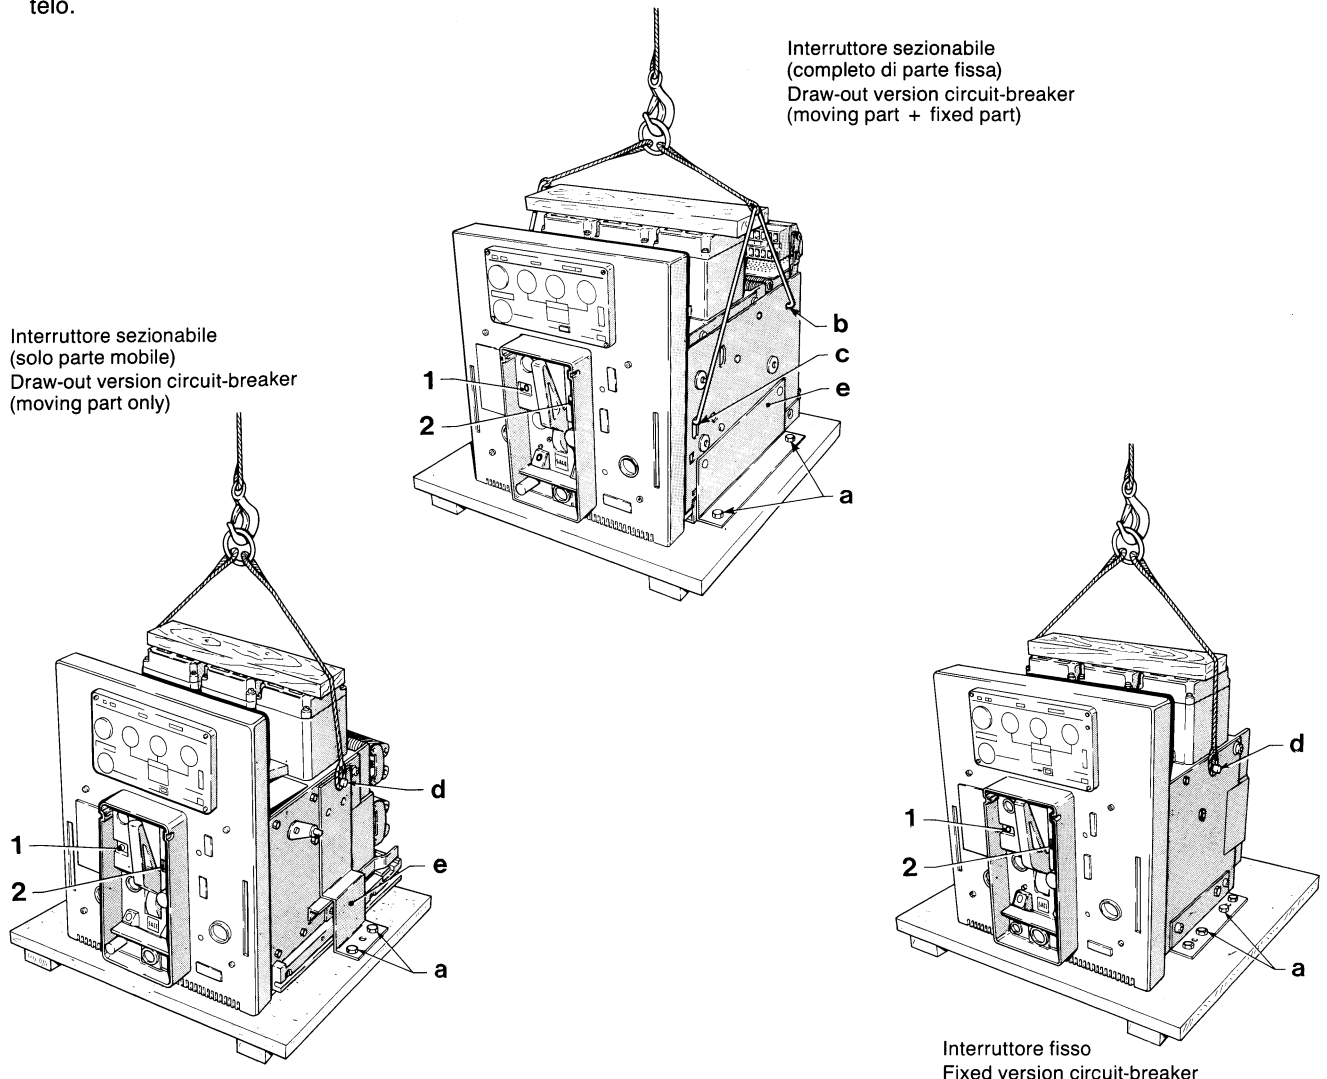

Fig. 2
L'interruttore, eventualmente protetto da un involucro esterno di plastica, è fissato mediante viti alla piattina di trasporto o al fondo della cassa di imballo. Per liberare l'interruttore è sufficiente svitare le viti [a] indicate nella Fig. 2. Le staffe di fissaggio [e] servono esclusivamente per il trasporto. Nel *solo* caso dell'interruttore in versione fissa le staffe non vanno staccate dall'interruttore dato che vengono utilizzate per l'installazione. Se prima della messa in servizio un interruttore deve permanere in magazzino, anche per breve tempo, raccomandiamo — dopo aver esaminato il suo stato all'arrivo — di rimetterlo nel proprio contenitore da coprire poi con carta, o meglio, con un telo. In ogni caso attenersi alle seguenti precauzioni:
- per il sollevamento servirsi possibilmente di un paranco avendo cura di agganciare le funi *soltanto* come indicato in Fig. 2. Per l'interruttore fisso e per la parte mobile dell'interruttore sezionabile fissare le funi ai perni [d] e proteggere i fianchi delle camere d'arco interponendo un pezzo di legno o di materiale isolante rigido. Per l'interruttore sezionabile completo (parte fissa + parte mobile) inserire i ganci (da legare alle funi) nei fori [b] e nelle asole [c], sempre proteggendo i fianchi delle camere d'arco come illustrato. A richiesta è disponibile un dispositivo speciale appositamente studiato per il sollevamento dell'interruttore limitatore tipo LG. Per maggiori informazioni chiedere alla SACE;
- mantenerlo in posizione di "aperto" (segnalazione [1] - Fig. 2 - in posizione «O»), con le molle di chiusura scariche (segnalazione [2] - Fig. 2 - di colore bianco), per evitare la loro sollecitazione ed infortuni al personale;
The breaker (possibly protected by a plastic envelope) is fastened to the pallet or packing box base by means of screws [a]. To free the breaker, it is sufficient to loose the screws [a], as shown on Fig. 2. The fastening brackets [e] are used for transport only; therefore shall be removed, *except* for breaker in fixed version, where same brackets are used for fixing to the compartment structure.
- for breaker lifting it is recommended to use a hoist, if possible, taking care to hook the slings as shown on Fig. 2 *only*. For breaker in fixed version and for the moving part of a draw-out breaker, it is recommended to hook the slings to the studs [d] and to protect the arc-chute sides by interposing a piece of wood or of rigid insulating material. For the complete draw-out breaker (fixed part + moving part) insert the hooks (to be linked with the slings) into the holes [b] and slots [c]. Caution: do not forget to protect the arc-chute sides as shown. On request, a special device particularly designed for lifting the current limiting circuit-breaker LG type is available. Ask SACE for additional information;
- maintain the breaker in "open" position — indicator [1] - Fig. 2 - showing «O» — with closing spring discharged — indicator [2] Fig. 2 - showing white colour — to prevent spring stress and accidents;